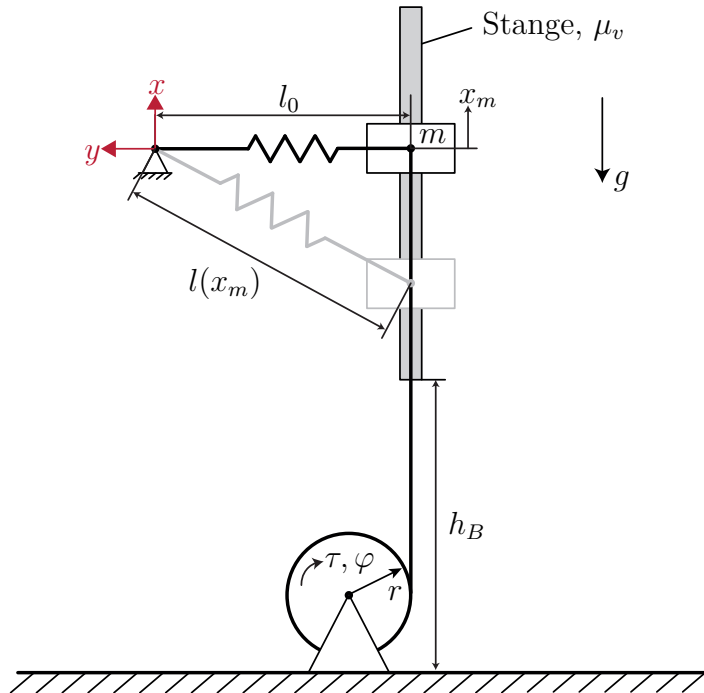

Abbildung 4: Masse entlang einer Stange.
3. Eine Masse m gleitet entlang einer Stange, wobei viskose Reibung mit dem Reibkoeffizienten μ_v wirkt. Die Masse ist an dessen Schwerpunkt einerseits mit einer Feder $f_f = c(l - l_0)$ befestigt, wobei l_0 die entspannte Länge der Feder beschreibt und c die Federkonstanten ist. Andererseits ist die Masse über ein masseloses Seil mit einer Antriebsrolle mit dem Radius r und dem Trägheitsmoment I verbunden, bei welcher das Drehmoment τ wirkt, siehe Abbildung 4. Die Gravitation wirkt in negative x -Richtung.